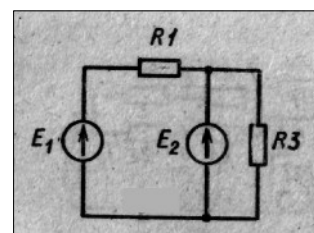

Рис. 4
4. На рис. 4 представлена схема электрической цепи с источником, имеющим  $U = 50$  В, нагруженным на потребитель, состоящий из резисторов  $R_1 = 80$  Ом,  $R_2 = 300$  Ом,  $R_3 = 700$  Ом,  $R_4 = 110$  Ом.
5. Для электрической цепи, представленной на рис. 4, определить значения сопротивлений  $R_1$  и  $R_3$ , ток через резистор  $R_3$ , внутреннее сопротивление второго источника и составить баланс мощностей, если внутреннее сопротивление первого источника  $1 \text{ Ом}$ , токи  $I_1 = 2 \text{ А}$ ,  $I_2 = 1 \text{ А}$ , ЭДС источников  $E_1 = 18 \text{ В}$ ,  $E_2 = 10 \text{ В}$ , мощность на первом резисторе  $P_1 = 12,5 \text{ Вт}$ .